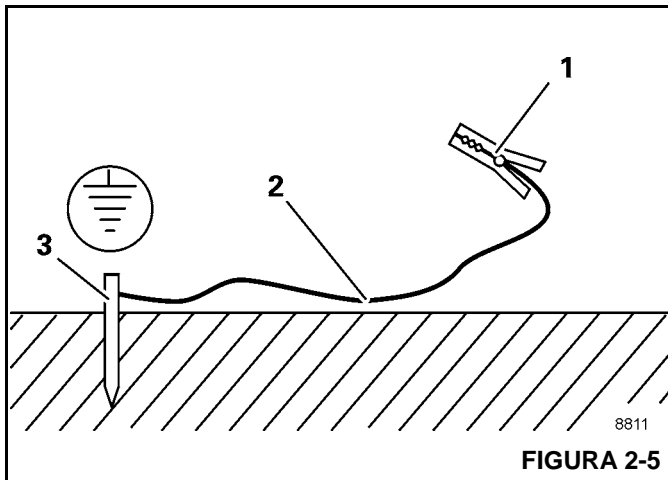

FIGURA 2-5
1. Martele uma haste de metal (3, Figura 2-5) (comprimento de aproximadamente 2,0 m [6.6 pés]) pelo menos 1,5 m (5 pés) no solo.
2. Umedeça o solo ao redor da haste de metal (3) para obter melhor condutividade.
3. Prenda o cabo isolado (2) na haste de metal (3) seção transversal de pelo menos 16 mm2 (0.025 pol.2) (AWG 5).
4. Conecte a extremidade livre do cabo com um grampo (1) a um local com boa condutividade elétrica na estrutura.